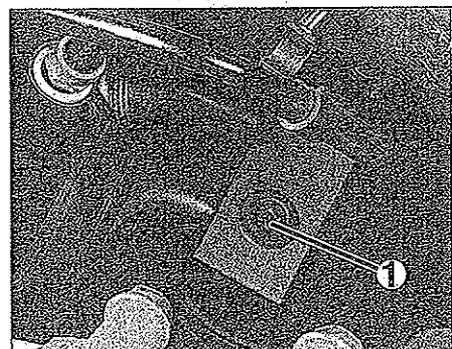

FIG. 11
- Desconectar las tuberías de climatización (1) en la válvula de expansión a la altura del salpicadero (fig. 11).